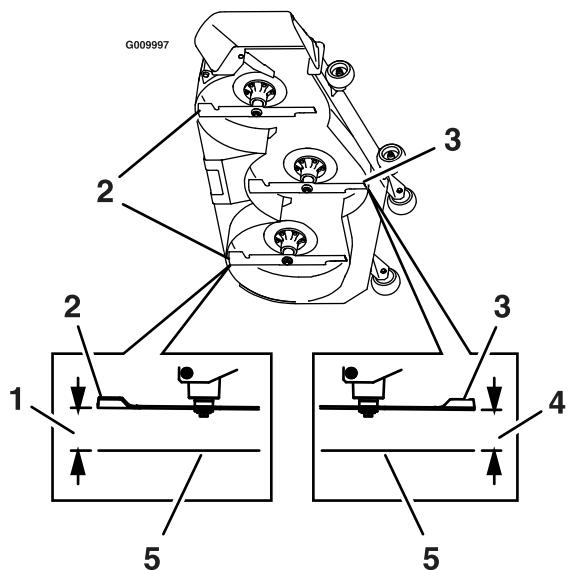

Figure 81
8. Mesurez la distance entre la surface plane et la pointe avant de la lame centrale (Figure 81).